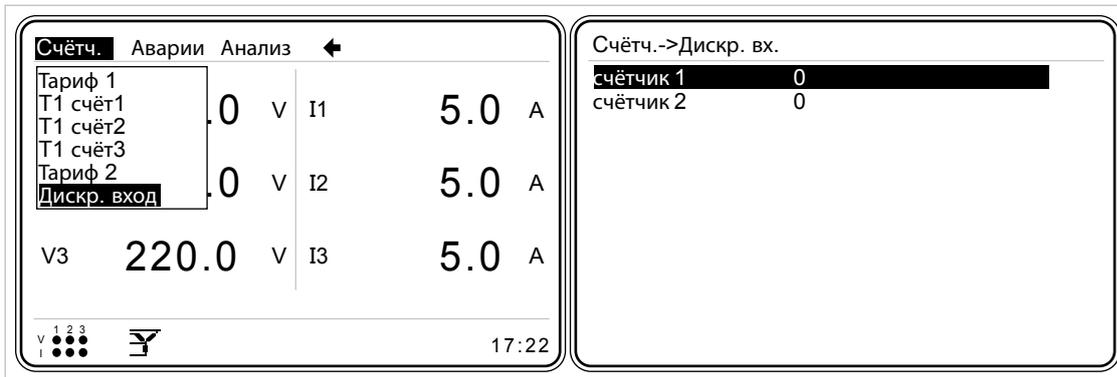

Рис. 3-31 Счётчик импульсов дискретного входа 1
- Предположим, что для дискретного входа 1 выбран режим Счётчик. Тогда каждый раз при замыкании контактов DI1 и GND запускается счётчик импульсов по входу 1: "Счетч->Дискр.вх-> Дискр.вх1 Счетчик" (Рис. 3-31).